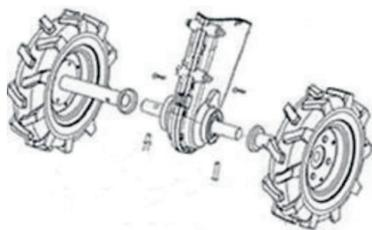
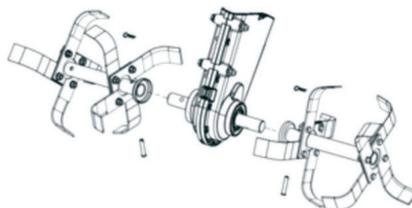

Рис. 6
Рис. 7
- Установите и закрепите крепежом из комплекта поставки, колеса на выходных валах редуктора (см. рис. 6) или установите почвенные фрезы (см. рис. 7)